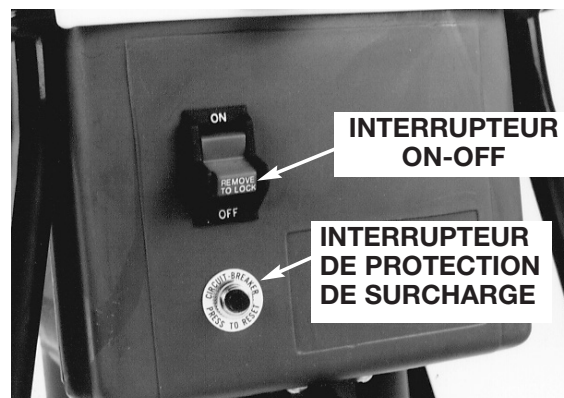

Fig. 8
3. Pour arrêter la tondeuse, placez le bouton en position Arrêt (Fig. 8)
Desserrez les boutons de cage et enlevez l'assemblage du couvercle supérieur; sortez tout débris bloqué depuis la chambre de coupe. Si l'assemblage du couvercle supérieur se bloque et n'est pas dégagéable, tournez le couteau-V en poussant un morceau de bois au travers de la chute du wagon supérieure pour tourner le couteau-V et permettre l'enlèvement de l'assemblage du couvercle. Reprogrammez enfin le bouton de protection de surcharge (Fig. 8).